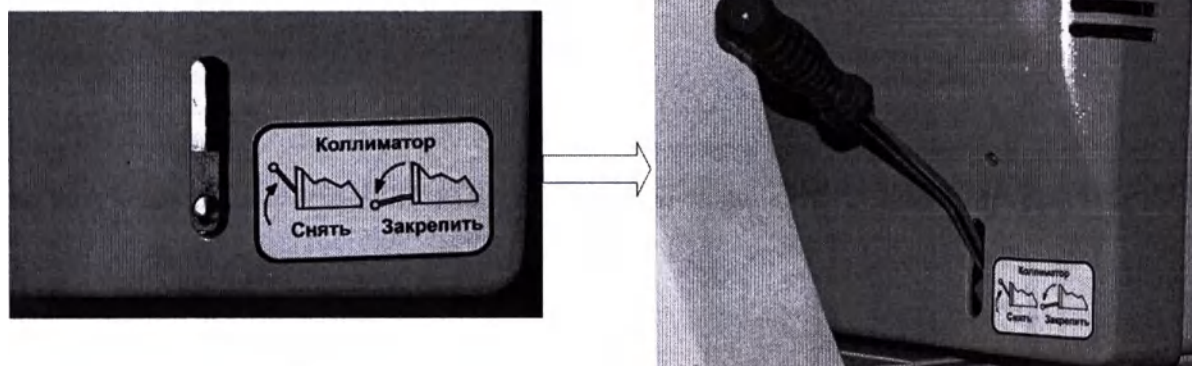

Рисунок 8-9 — Фиксатор коллиматора и приспособление для снятия в позиции «Снять»
- Движением сверху-вниз перевести фиксатор коллиматора (Рисунок 8-9) в положение «Снять».